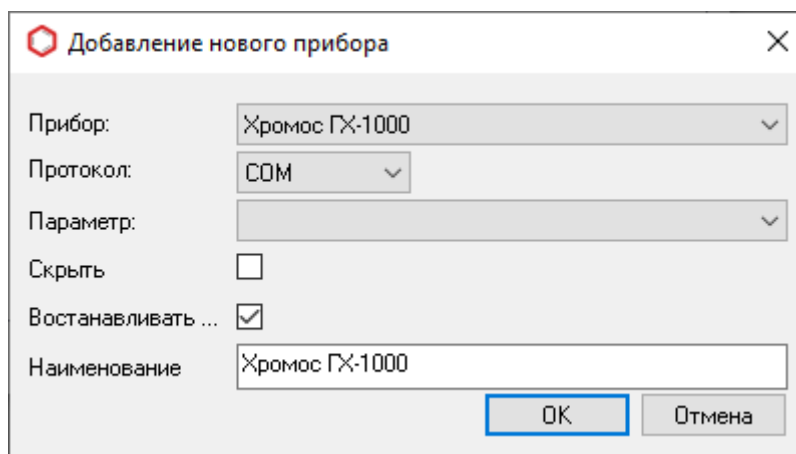

Рис. 19: Окно «Добавление нового прибора»
3. Чтобы добавить прибор, нажмите  **Добавить**. Откроется окно *Добавление нового прибора* (Рис. 19):